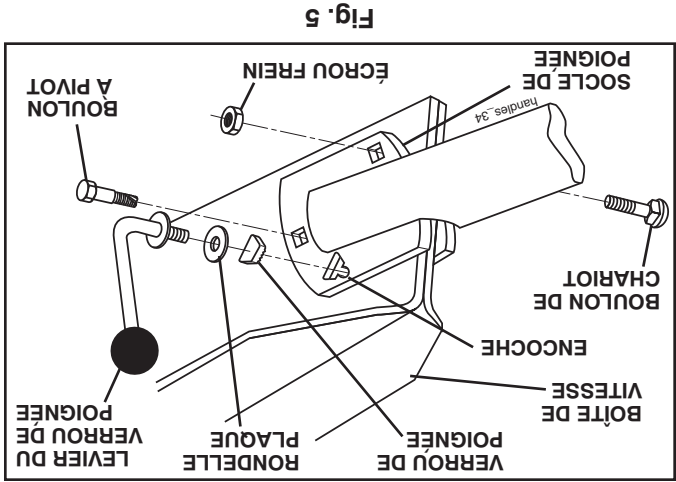

Fig. 5
- Pivotez vers en bas l'ensemble de la poignée. Insérez prémièrement le boulon de chariot arrière avec la tête du boulon l'écart frein (Voir la Fig. 5).